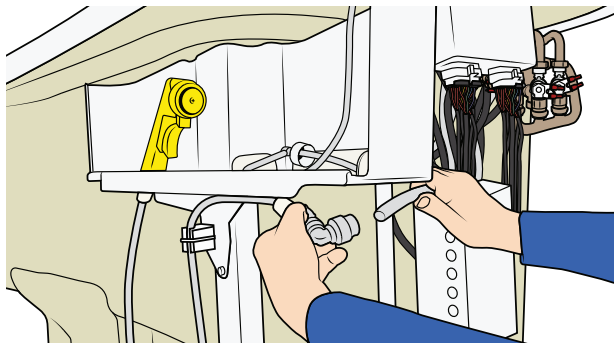

Figure 87
26. Fixez le raccord rapide. Voir Figure 87.